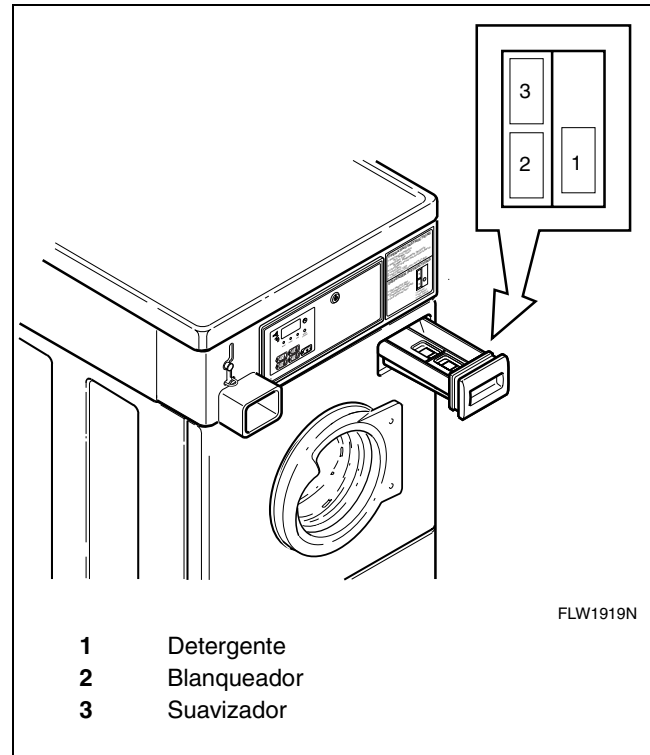

Figura 26
Abra la gaveta del surtidor. Mida y agregue detergente de baja espuma (1) blanqueador (2) y suavizador de tela (3) a la gaveta del surtidor (consulte la *Figura 26*). Cierre la gaveta del surtidor.